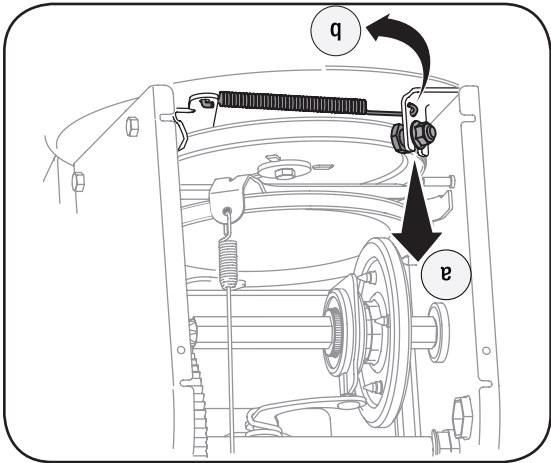

Figure 6-7
4. Desserrez et retirez la vis à épaulement qui sert de guide-courroie. Voir la Figure 6-7.